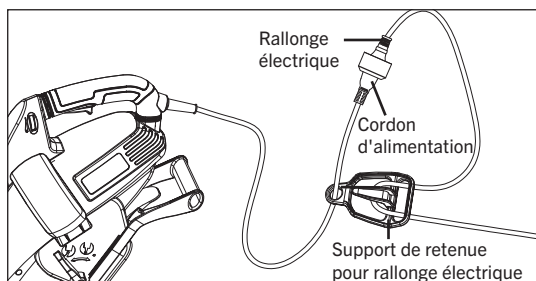

FIG. 12
1. Fixez la rallonge (non incluse) à l'aide du support de retenue de la rallonge. Branchez ensuite le cordon d'alimentation sur la rallonge (Fig. 12).